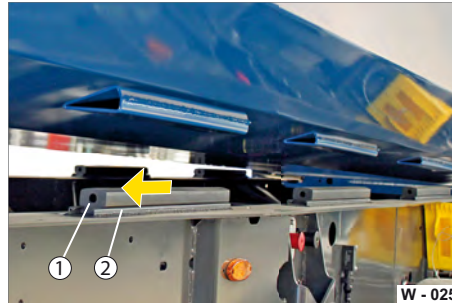

Abb. 33 Mulden-Auflage ersetzen
- ▶ Reinigen Sie die Gummiauflagen (Abb. 33/1) mit einem sauberem Lappen.
- ▶ Schieben Sie die Gummiauflage (Abb. 33/1) seitlich aus dem Halteprofil (Abb. 33/2) heraus.